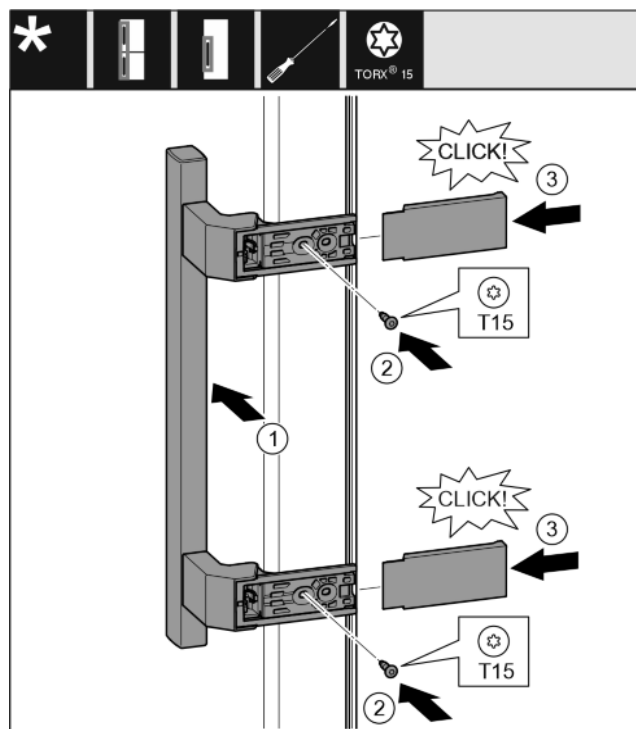

Fig. 31
- Postavite ručicu na suprotnoj strani. Fig. 31 (1)
- Odvijačem T15 čvrsto pritegnite vijke. Fig. 31 (2)
- Postavite pokrove bočno i natakните ih. Fig. 31 (3)